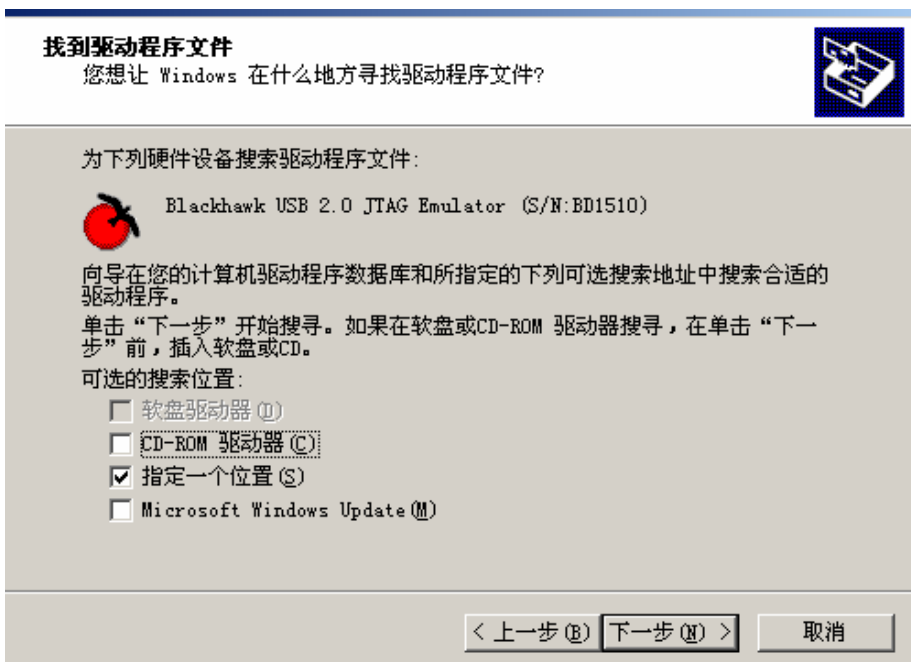

图 4.8 开发软件 USB 开发系统驱动安装示意图 3
F. 继续点击下一步完成安装，选择指定一个位置(图 4.8)。